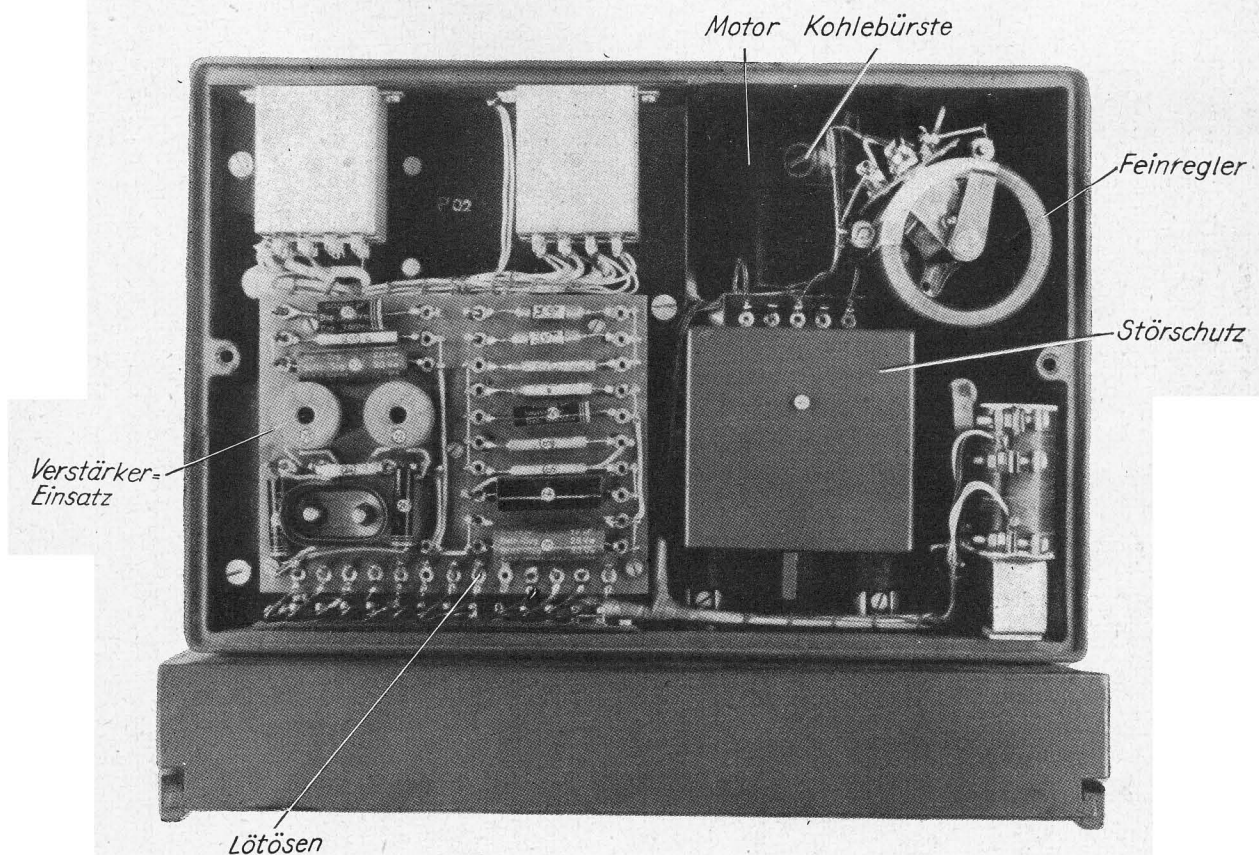

Abb. 10: Gerät mit abgenommener Rückwand
Dieser ist mit dem eingebauten Tastgleichrichter parallel an den Gleichstromeingang des Schreibsystems zu legen, d. h. der Ausgang des zusätzlichen Tastgleichrichters ist an die Lötösen Pot. 53 und 34 zu legen (siehe Abb. 10 und Anlage 3). Die Lautstärkeregelung ist an beiden Verstärkern mit größter Sorgfalt derart vorzunehmen, daß die Zeichen von beiden Empfängern etwa gleich stark auf das Schreibsystem wirken. Zu dem Zweck sind Ausgangsspannungsmesser an die Mithörbuchsen anzulegen.
Die Kohlebürsten reichen bei störungsfreiem Lauf des Motors für weit über 1000 Betriebsstunden. Falls danach Auswechseln der Bürsten erforderlich, ist gleichzeitig zu prüfen, ob sich der Kollektor in einwandfreiem Zustand befindet oder Überdrehen erforderlich ist. Bürsten sind nach Beiseiteschieben des Schließbleches (23) auf der Frontseite bzw. nach Abnahme der Rückwand zugänglich (siehe Abb. 10).